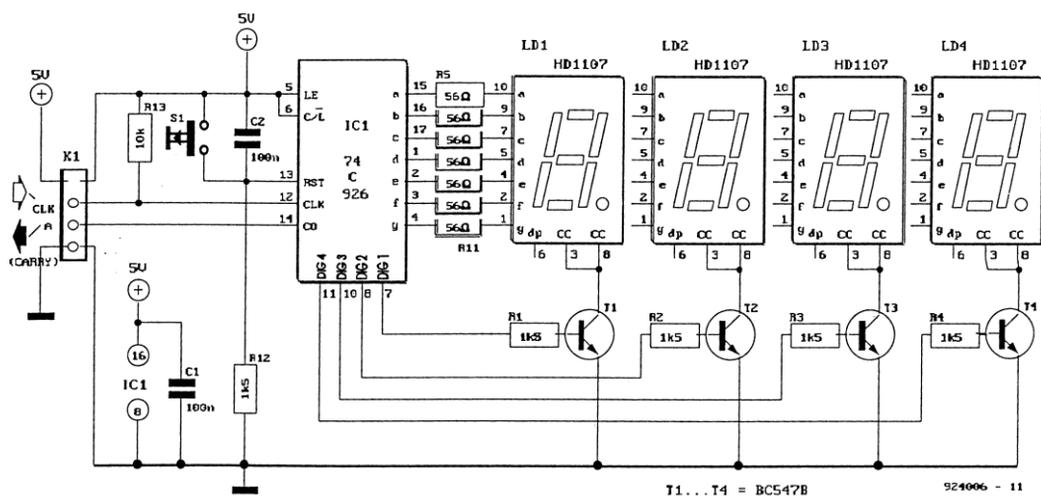

Рис. 11.21. Универсальный счетчик с индикацией
На основе предлагаемой схемы (рис. 11.21) можно собрать часы, счетчики частоты и счетчики событий или другие подобные индикаторы. Наряду с входами Takt и Reset есть выход сигнала переполнения (CO).